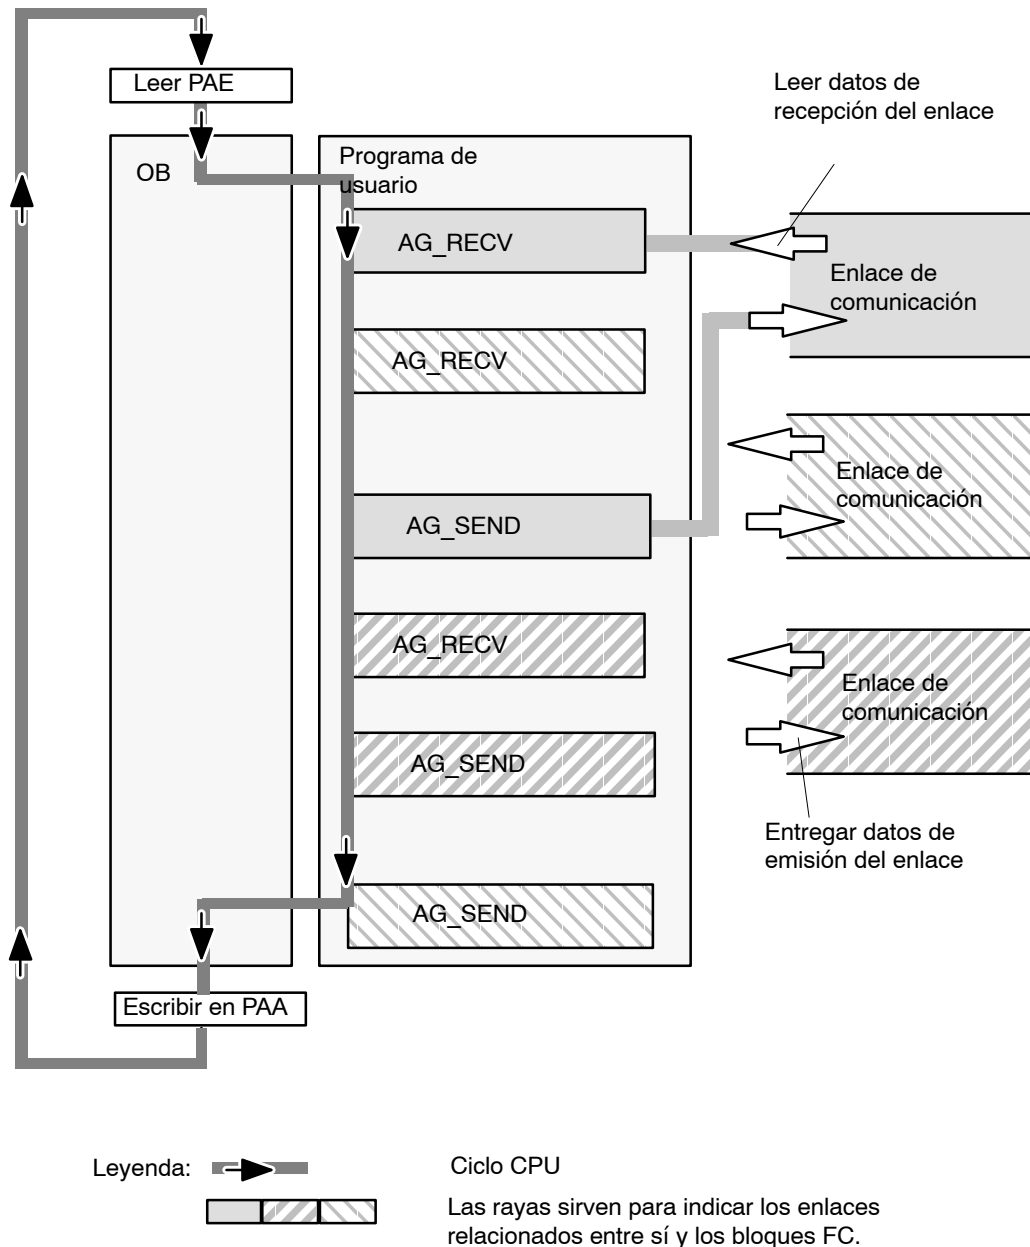

Figura 4-2 Secuencia típica de los bloques FC en el ciclo de la CPU
- El programa de usuario, que puede estar compuesto por un número cualquiera de bloques (OB, FB o FC -> ver también /6/) accede a varios enlaces (en la figura 4-2 se representan 3 enlaces).